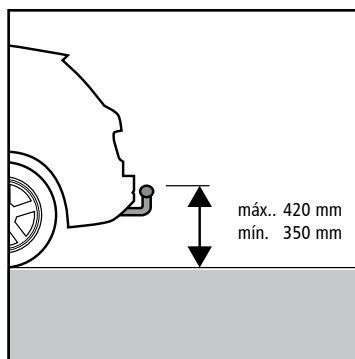

Figura 1a: Dimensiones del borde superior del enganche de remolque tras la elevación
- Si su vehículo dispone de un remolque, antes de realizar el montaje asegúrese de que, tras la elevación, el borde superior del enganche de remolque no sobrepase la altura reglamentaria prescrita de 420 mm (Figura 1a)